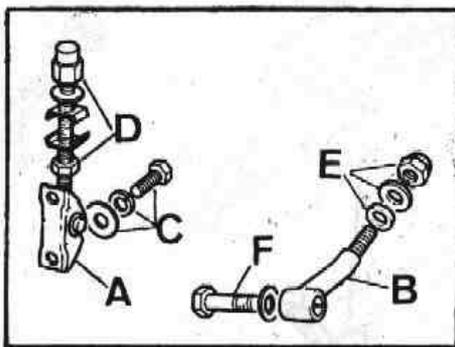

Fig. Q-17 Elementos de fijación del parabrisas
1.3. Aflojar las tuercas, D (Fig. Q-17) de las tirantas, A, del parabrisas.
1.4. Extraer los tornillos, F (Fig. Q-17) de retención de los soportes de abatimiento, B, del parabrisas y retirar éste del vehículo.